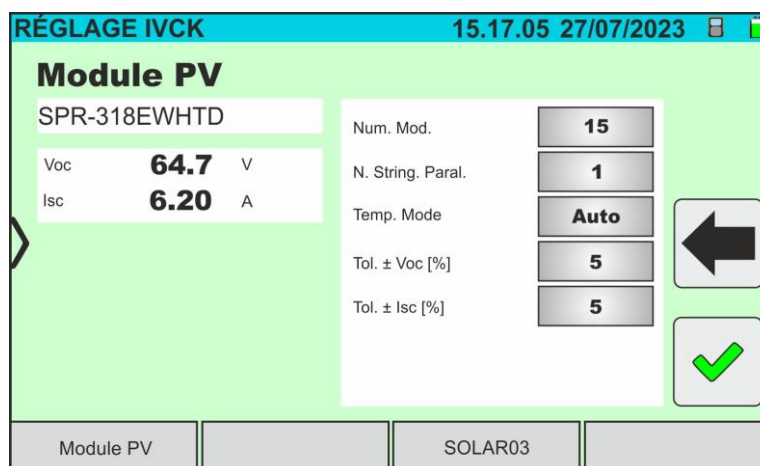

Fig. 56: Définition des paramètres de mesure de la courbe I-V
6. Appuyer sur la touche « **Règlages** » (référence modules Monoface). L'écran suivant est affiché dans la Fig. 56. Les paramètres suivants sont indiqués :